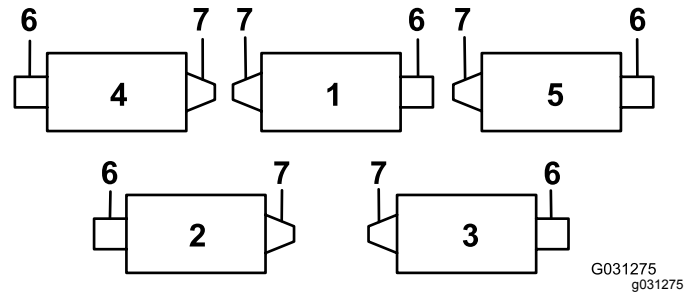
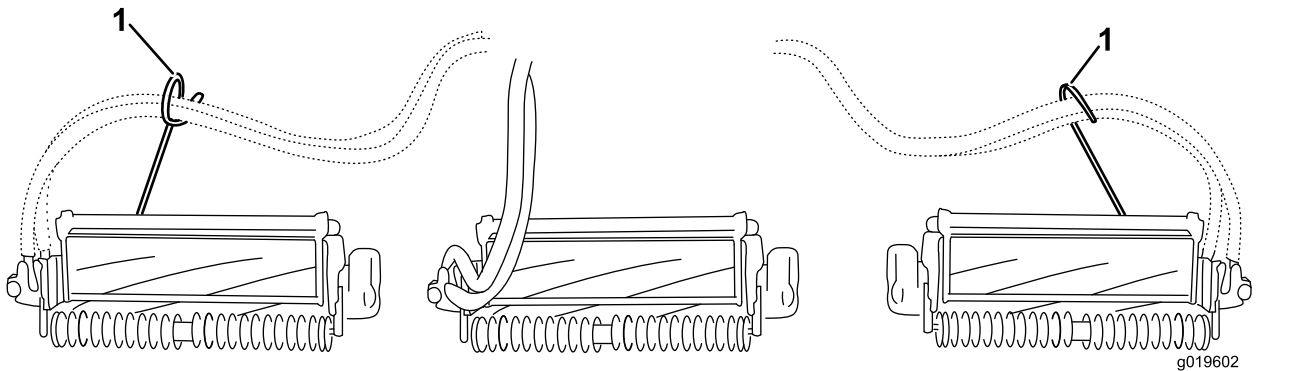
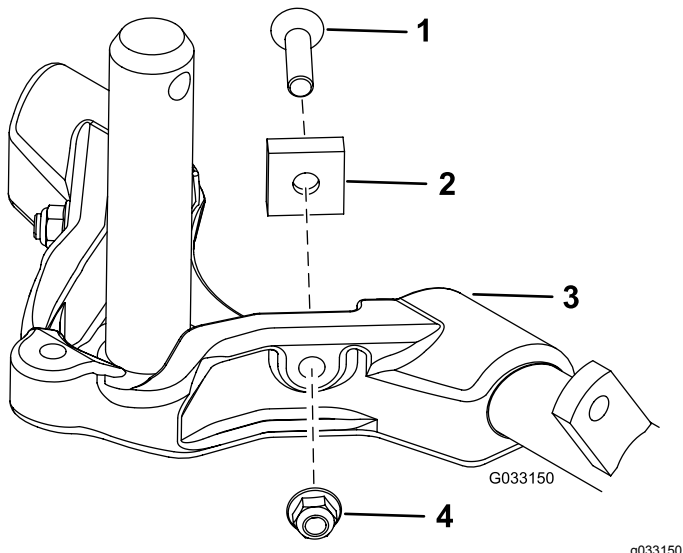

Bild 12
Bild 14
Bild 15
Wichtig: Montieren Sie an den Schneideinheiten Nr. 4 (vorne links) und Nr. 5 (vorne rechts) die Schlauchführungen mit den Befestigungsmuttern der Stangenhalterung vorne an den Schneideeinheiten. Die Schlauchführungen sollten sich zur mittleren Schneideinheit neigen (Bild 12 bis Bild 14).
7. Verbessern Sie die Lenkung an den Heckschneideeinheiten, indem Sie die zwei Gelenkdistanzstücke, Sechskantschrauben und Bundmuttern (Bild 15) von den Trägerrahmen der Heckschneideeinheiten (Schneideeinheiten Nr. 2 und Nr. 3) entfernen, siehe Bild 12.